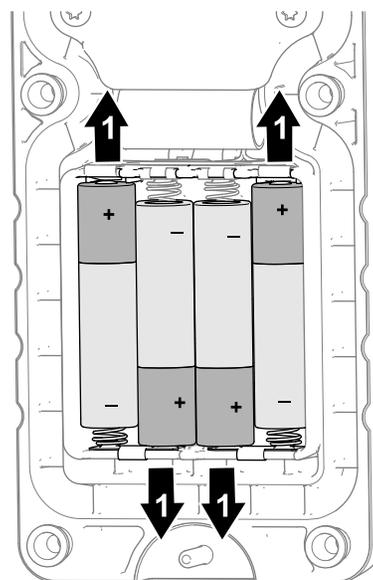

図 53
3. 電池の極性を図 53 のようにして、新しい電池を電池ケースにセットする。
注 電池ケースには正極を示すマーク 図 53 が付いています。極性を間違えるとケースと電池との接触部が変形する恐れがありますので注意してください。極性を間違えても機械が故障することはありませんが、ハンドヘルドリモートは動作しません。